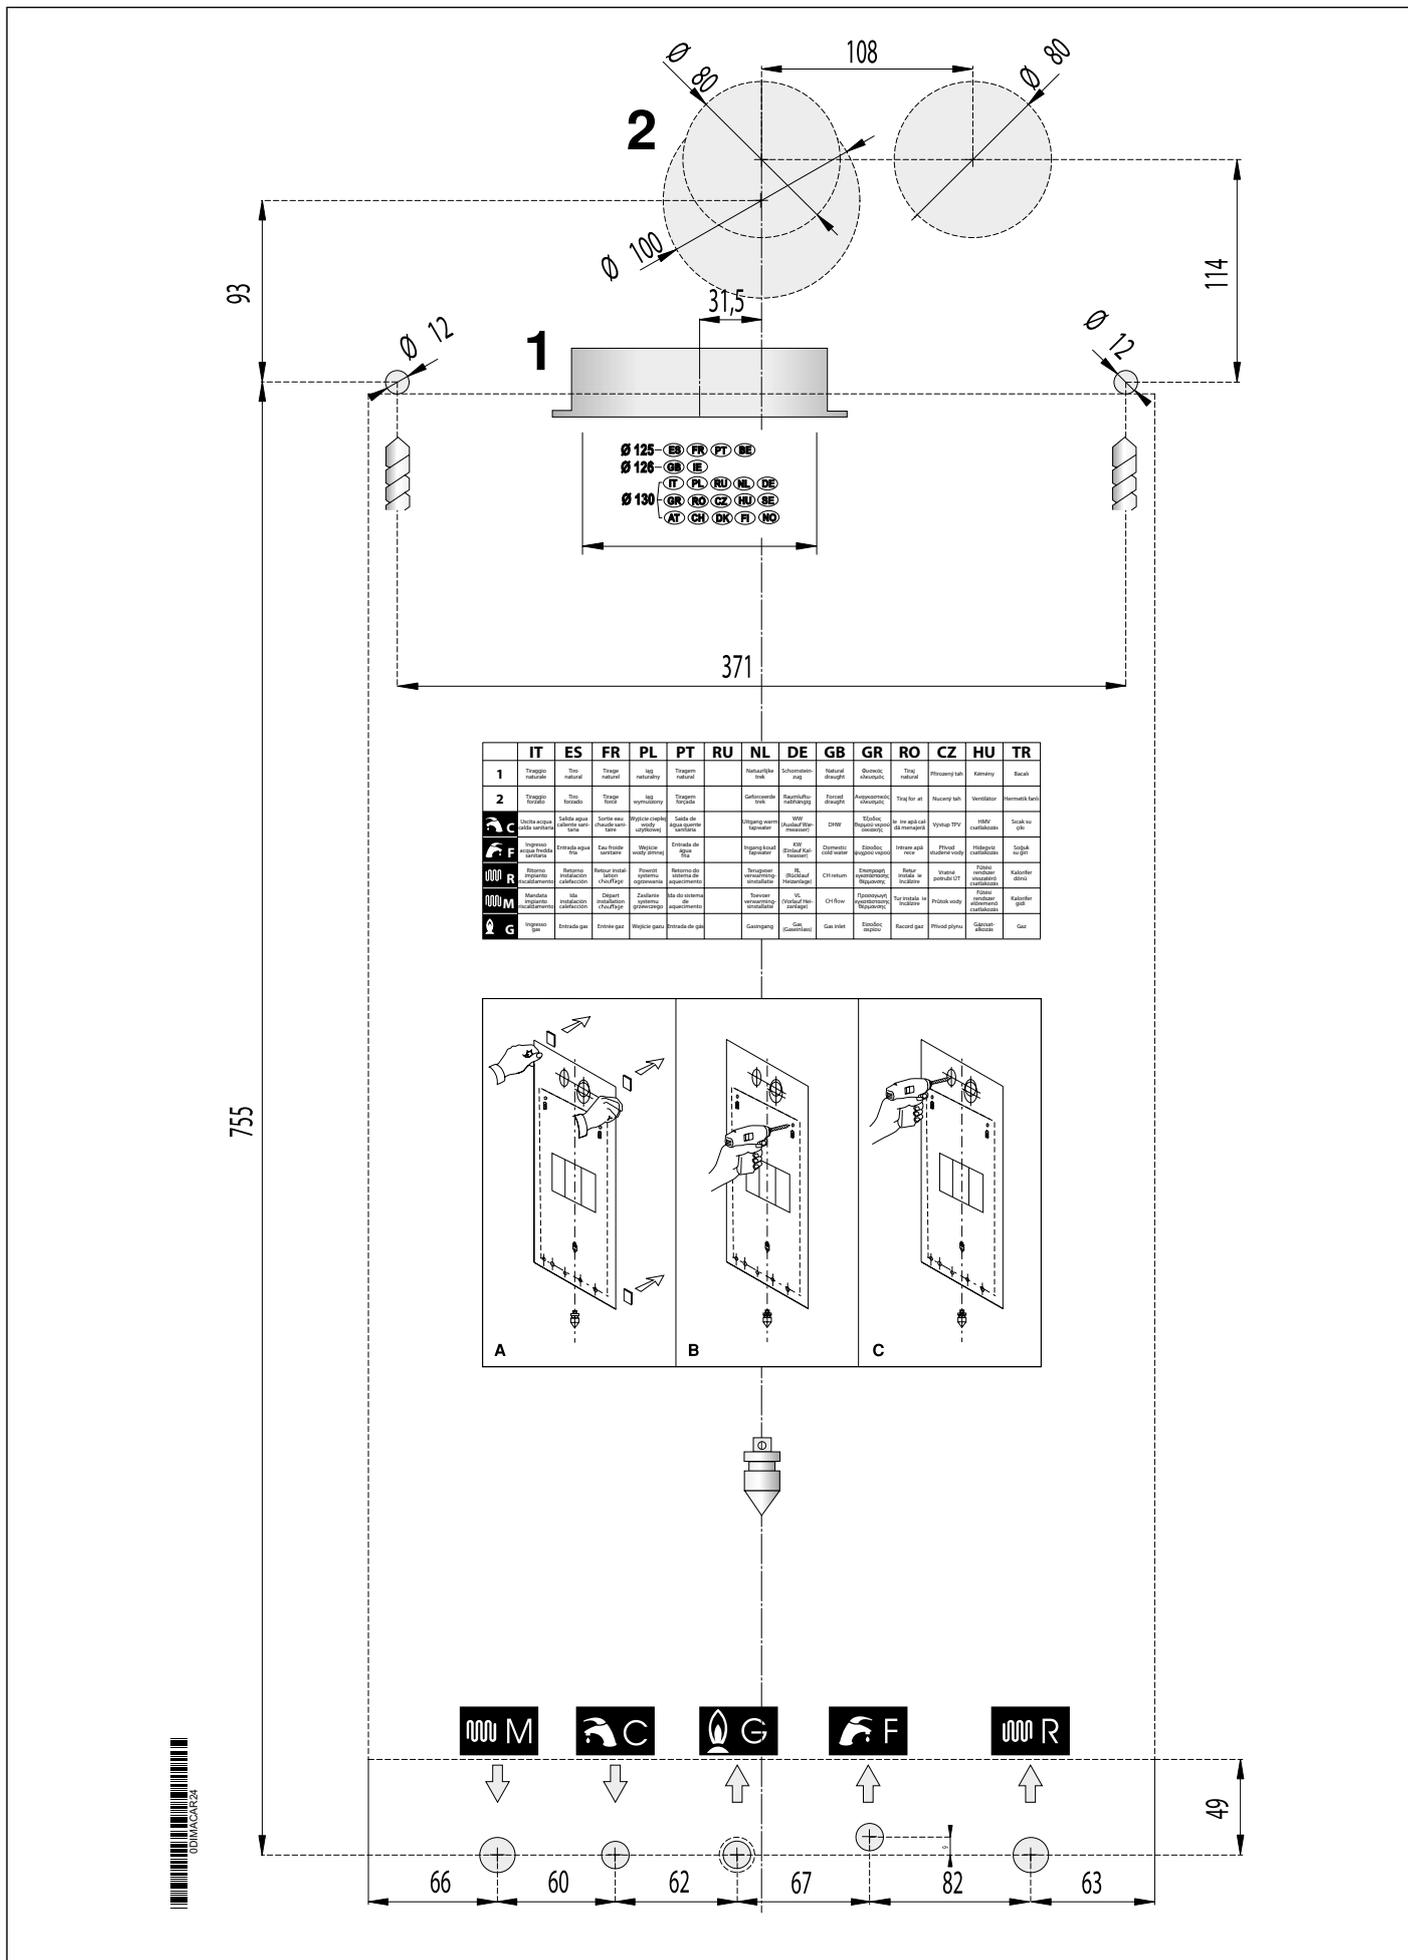

Fig. 7 Gabarit en papier
- le gabarit de fixation de la chaudière au mur (voir Fig. 7 Gabarit en papier).
Chaque appareil est accompagné d'un gabarit approprié en papier contenu dans l'emballage (voir Fig. 7 Gabarit en papier).